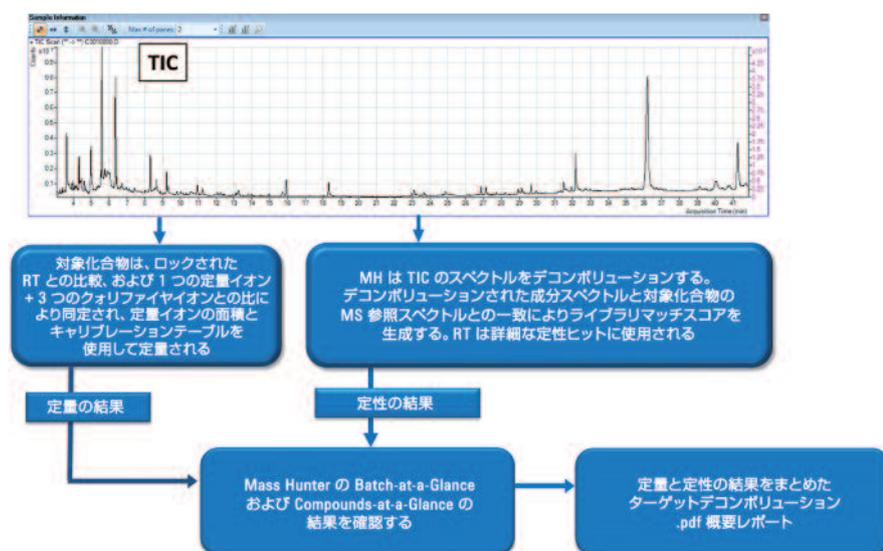

図 1. MassHunter Quant を使用したターゲットデコンボリューションのワークフロー
ターゲットデコンボリューション (TD) は、MassHunter (MH) Quant バージョン B.06.00 の発表とともに 2013 年 3 月に初めて搭載された MH 定量ソフトウェアの新しい、完全に統合された機能です。MH TD の目標は DRS と同じです。つまり、デコンボリューションされた成分スペクトルと対象のデータベースのリファレンスマスペクトルとを一致させることで、対象化合物の同定の信頼性を向上することです。TD は MH Quant 内部で実行され、その他のソフトウェアを操作する必要はありません。MH Quant の TD のワークフローを図 1 に示します。